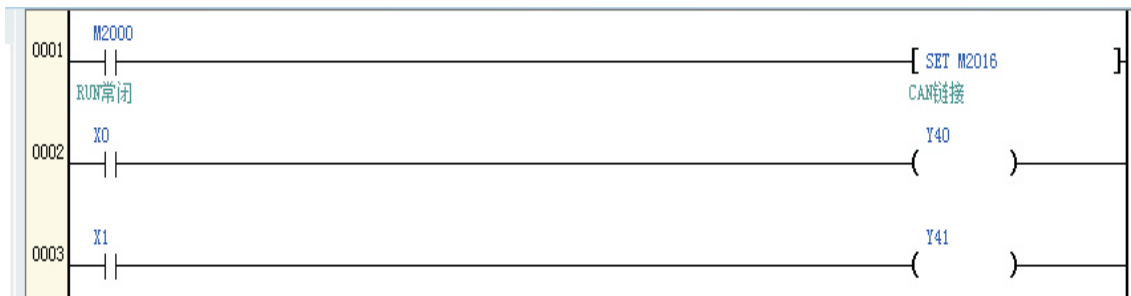

图3
2. 梯形图上置位M2016, 扩展I/O模块连通后在程序中直接使用对应的X、Y。如图3所示，图中的Y40对应的扩展模块1丝印的Y00；图中的Y60对应扩展模块2丝印Y00，可以用PLC的主机的X00, X01去测试一下。